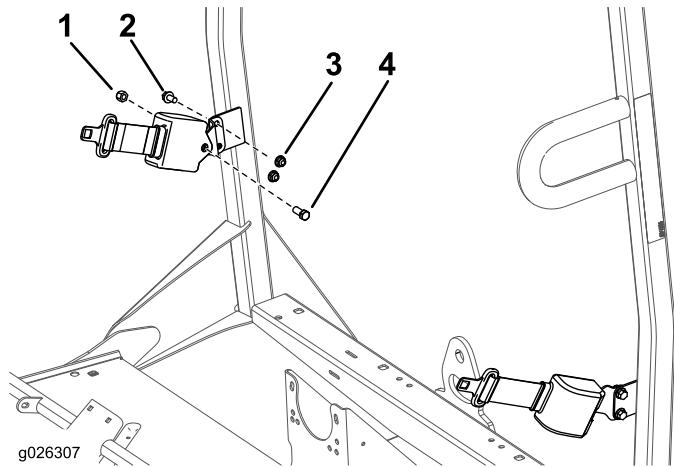

Figura 7
- Monte un soporte de anclaje de cinturón de seguridad en cada pestaña del ROPS con 2 pernos (3/8") y 2 tuercas (3/8") (consulte Figura 7).
- Monte el extremo retraíble de cada cinturón de seguridad en cada soporte de anclaje con un perno (7/16") y una tuerca (7/16") (Figura 7).